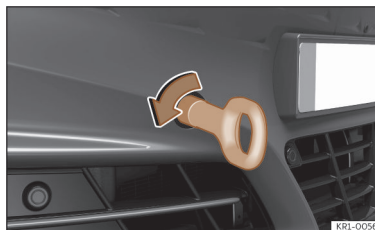

Abb. 188 Vorderer Stoßfänger rechts: Eingeschraubte Abschleppöse
- Drehen Sie die Abschleppöse **entgegen dem Uhrzeigersinn** so fest wie möglich in die Aufnahme >>> (**Abb. 188**) , >>> ①. Verwenden Sie ein geeignetes Hilfsmittel, um die Abschleppöse festzuziehen.